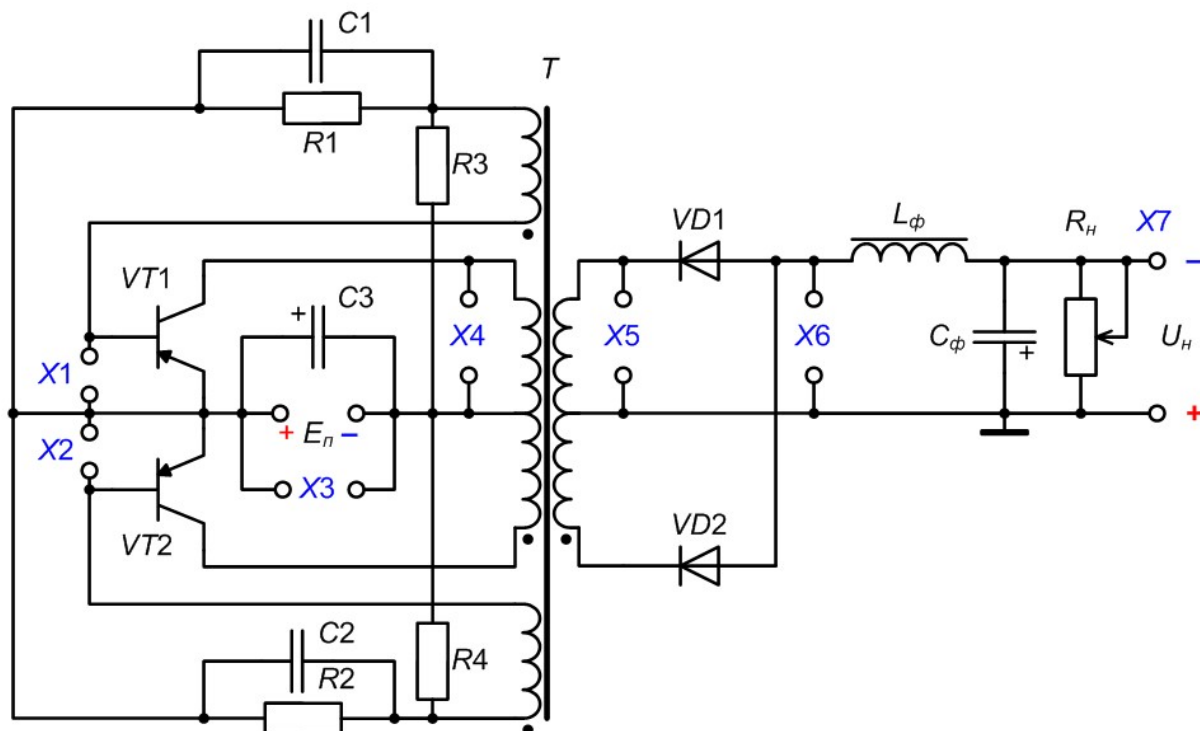

Рис. 5.1. Двухтактный трансформаторный преобразователь постоянного напряжения
1. Включить питание схемы преобразователя (рис. 5.1), получить и зарисовать осциллограмму напряжения на его входе (гнездо X3).
4. Объясните назначение основных элементов исследуемого двухтактного преобразователя постоянного напряжения (рис. 5.1).